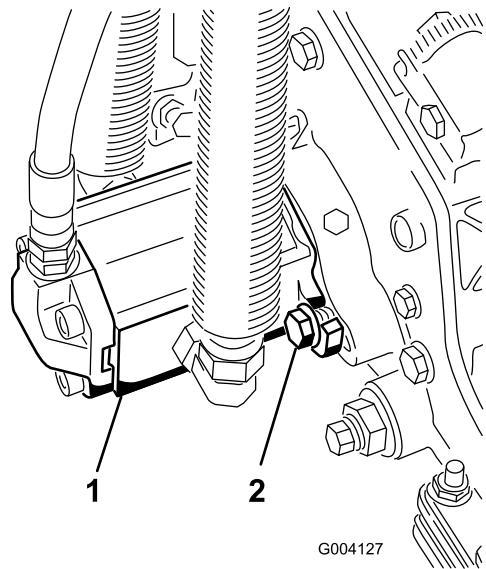

Рисунок 20
- Установите двигатель, повернув его по часовой стрелке так, чтобы фланцы двигателя не закрывали болты (Рисунок 20).